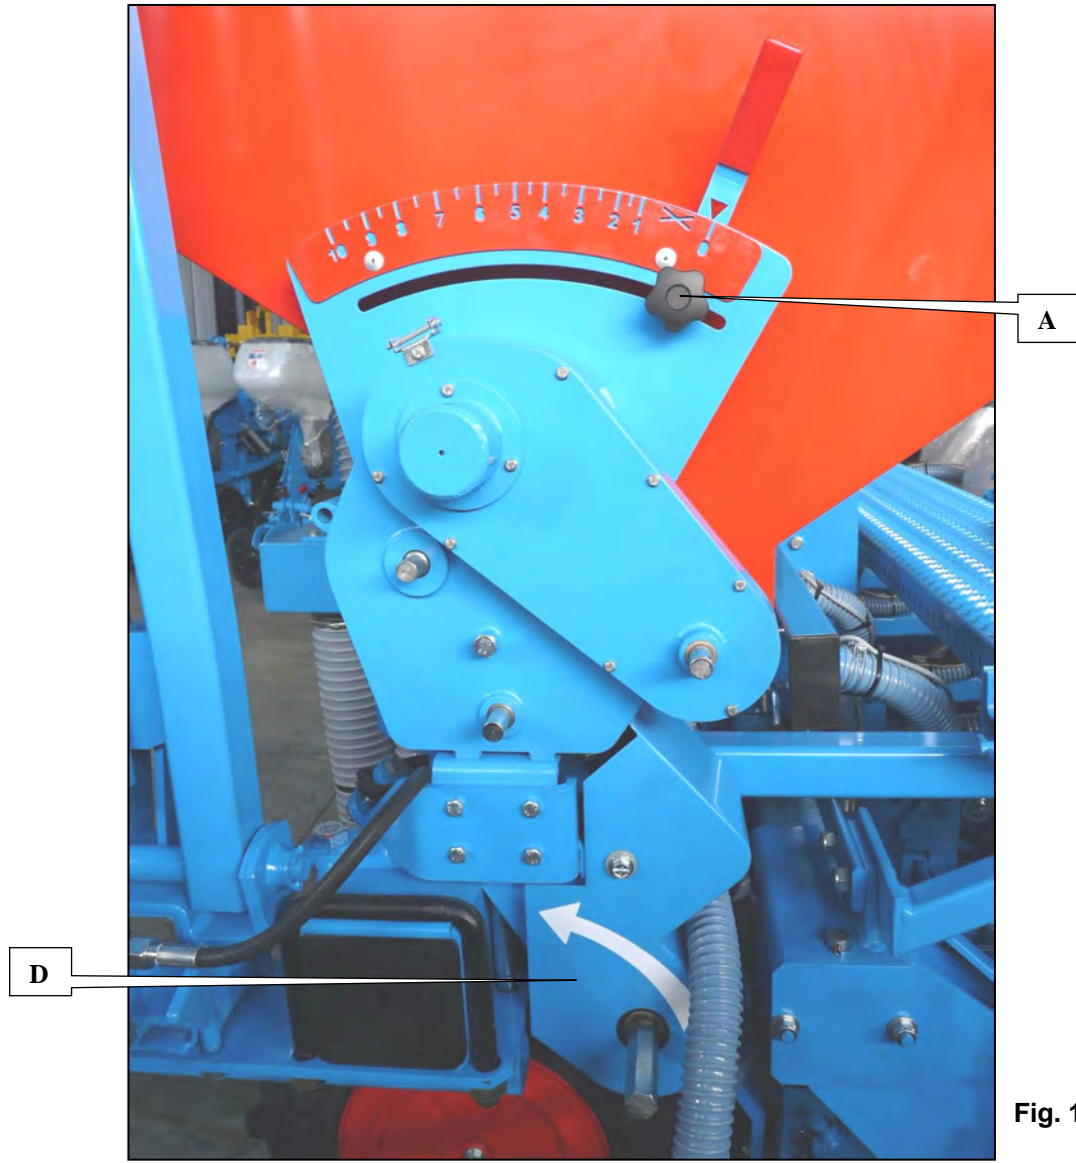

Fig. 1
- Far ruotare all'indietro la lamiera (A fig. 1) che si trova nella tramoggia in modo da formare un imbuto per il riempimento.